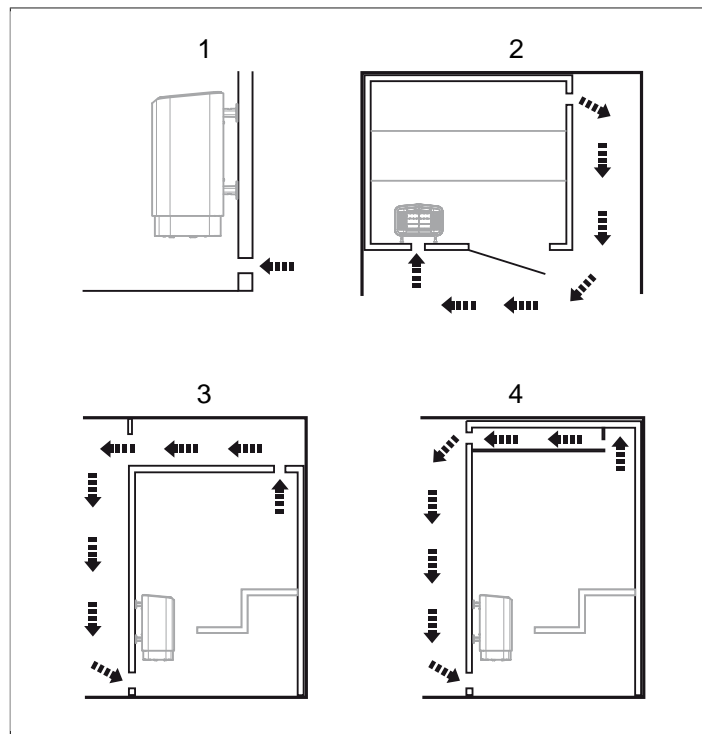

Fig 6: In- och utluftsventilens placering
- med maximalt avstånd till inluftsventilen, t.ex. i diagonal (se **Fig 6**, sidan 3).
- högt på väggen eller i taket (se **Fig 6**, sidan 3).